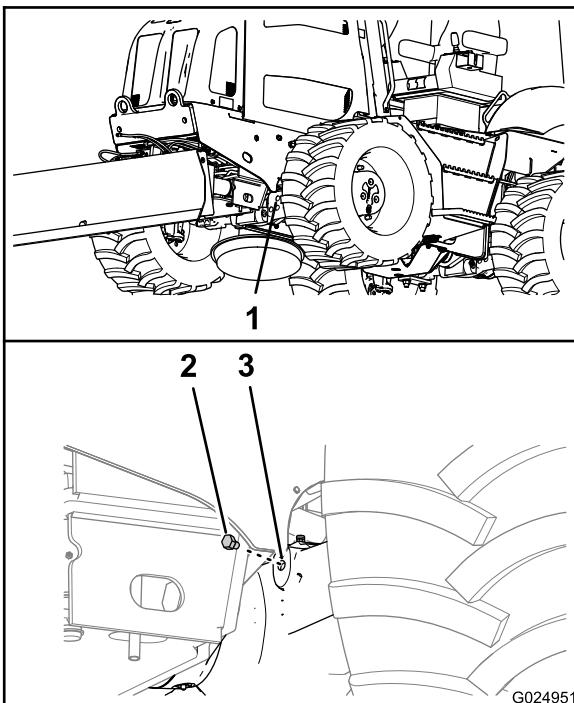
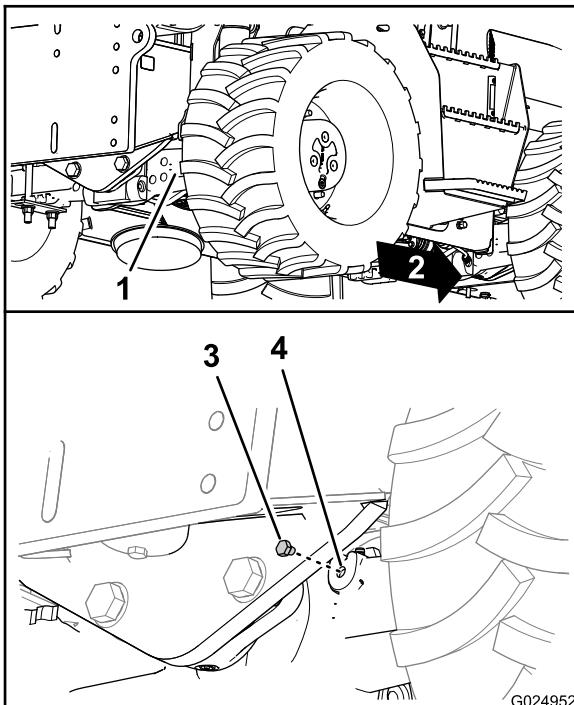

Figura 91
Figura 92
- Mire a través de la mirilla, y compruebe que el nivel de aceite del eje llega a la parte inferior de la rosca del orificio (Figura 91 y Figura 92).
- Instale el tapón en la mirilla del alojamiento del piñón del eje (Figura 91 y Figura 92)